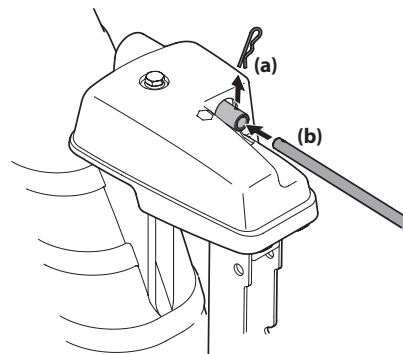

Figura 2-11
5. Retire el sujetador de horquilla (a) de la parte posterior del cabezal de control del canal. Consulte Figura 2-11.
6. Inserte la varilla de control del canal (b) en la parte posterior del cabezal de control del canal. Consulte Figura 2-11. Sujete la varilla de control del canal al conjunto del control del canal con el sujetador de horquilla (a) que extrajo en el Paso 5.